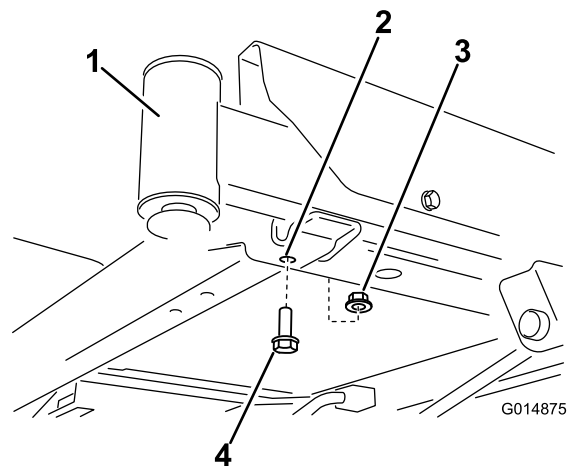
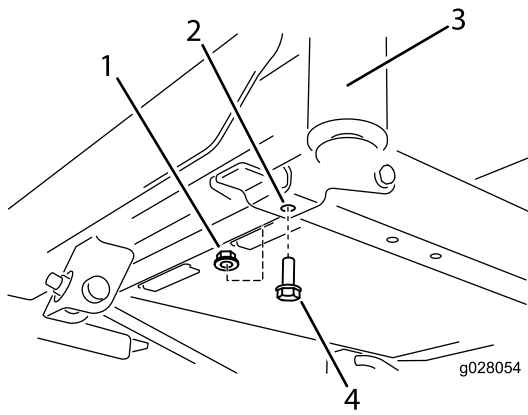

Bild 1
Bild 2
2. Ermitteln Sie die Schrauben vorne an der Unterseite des Rahmens (**Bild 1** und **Bild 2**). Entfernen Sie die zwei Schrauben (3/8" x 1") und zwei Sicherungsmuttern (3/8"). Bewahren Sie die Sicherungsmuttern auf.